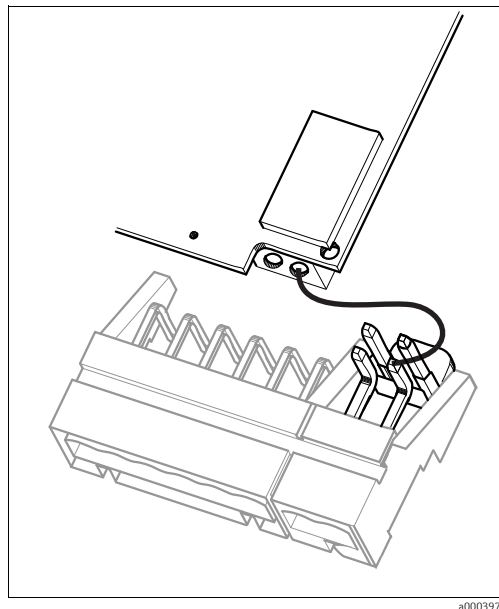

Abb. 23: pH-Eingangsmodul im Gehäusedeckel mit Kabel (rot) für Anschluss von Glaselektroden
5. Ziehen Sie auf der rechten Seite des Gehäusedeckels das rote Kabel zum pH-Eingang beidseitig ab (s. Abb. 23).